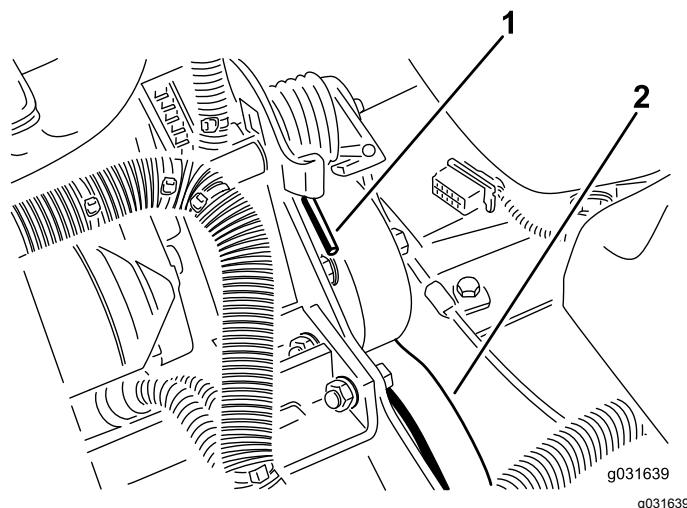

Figure 59
2. Appuyez sur l'extrémité du ressort et poussez-la vers l'avant pour décrocher le ressort du support et le détendre (Figure 59).